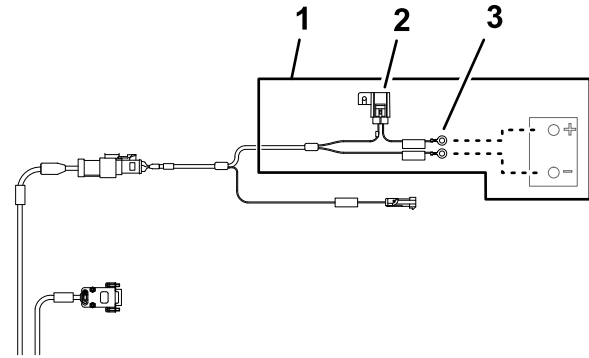

**Figura 176**
5. Passe a secção com 220 cm da cablagem dos dados para cima através do olhal que rodeia o orifício no painel de instrumentos (**Figura 176**).
6. Alinhe o conector de 26 tomadas da cablagem dos dados com o conector de 26 pinos do mostrador de pulverização e pressione o conector da tomada para o conector do pino até o trinco do conector ficar bem preso (Figura 176).